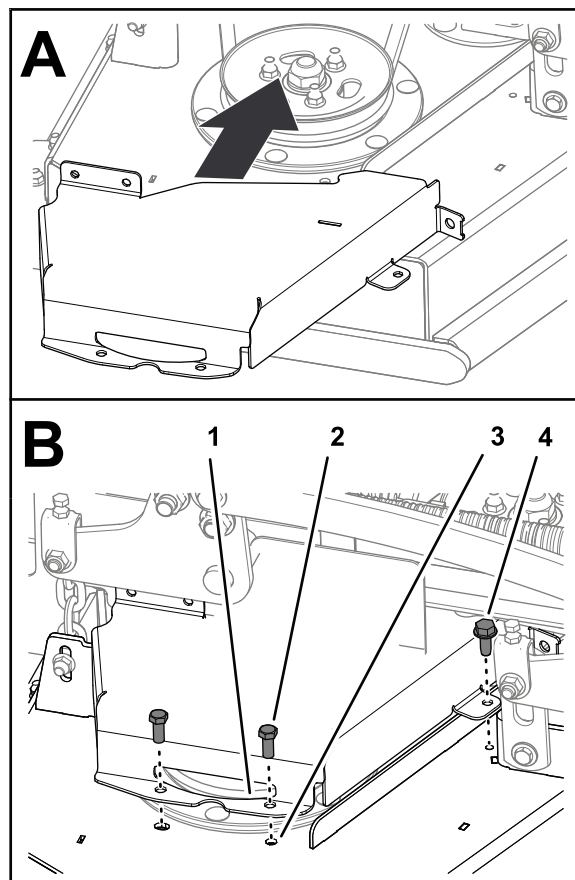

Figure 40
1. Fixez le protège-courroie droit au plateau (Figure 40) à l'aide des 2 boulons que vous avez retirés sous Dépose du protège-courroie gauche (page 30).